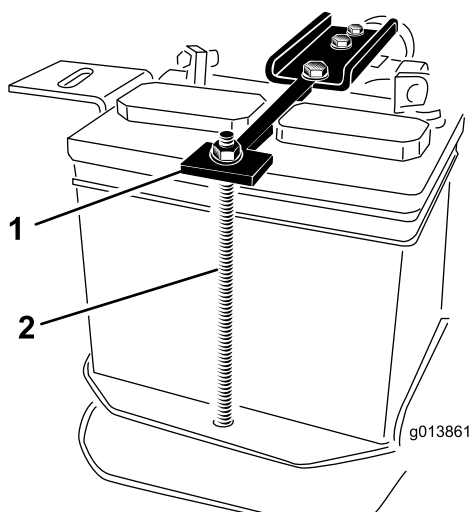

Figura 4
1. Pernos de montaje (2)
17. Retire las dos tuercas que sujetan las pletinas de sujeción de la batería y aparte las tuercas, las arandelas y el tubo del perno (Figura 4).